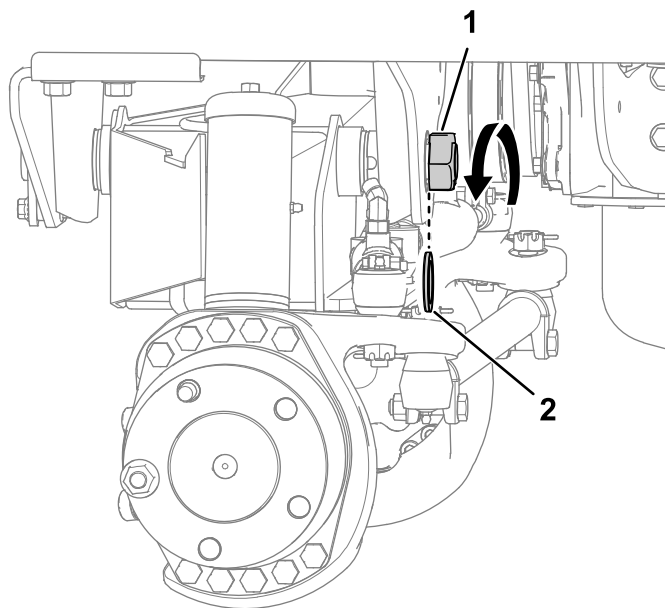

図 6
1. 図 6 のようにピボットシャフトをフレームに固定しているロックナットとスラストワッシャを外す。